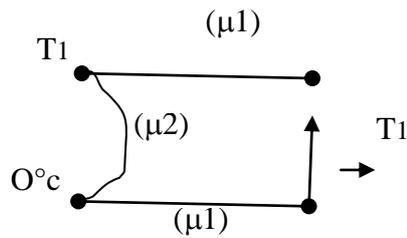

Figure 3 : Effet thermoélectrique
- **Effet thermoélectrique** : Un circuit formé de deux conducteurs de nature chimique différente, dont les jonctions sont à des températures T_1 et T_2 , est le siège d'une force électromotrice (T_1, T_2) (figure 3).